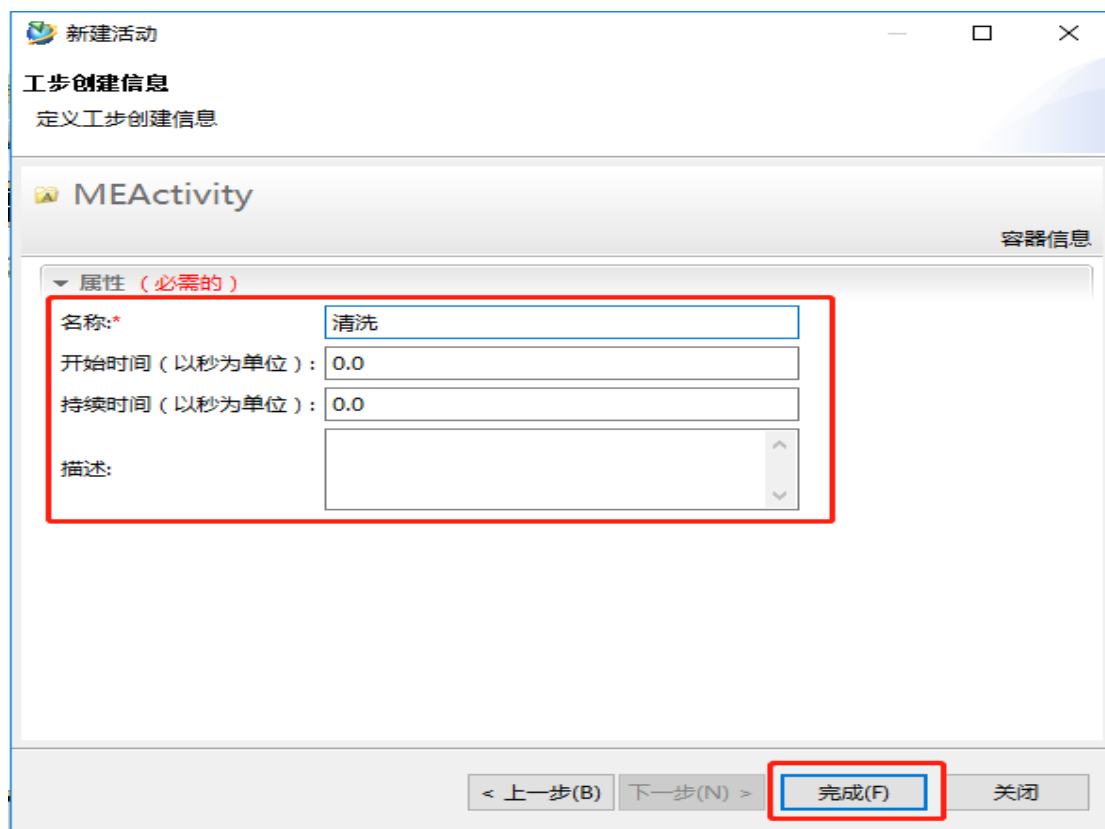

图 5
5) 填写必要属性信息，点击完成，工步对象新建完成（如图 5）。